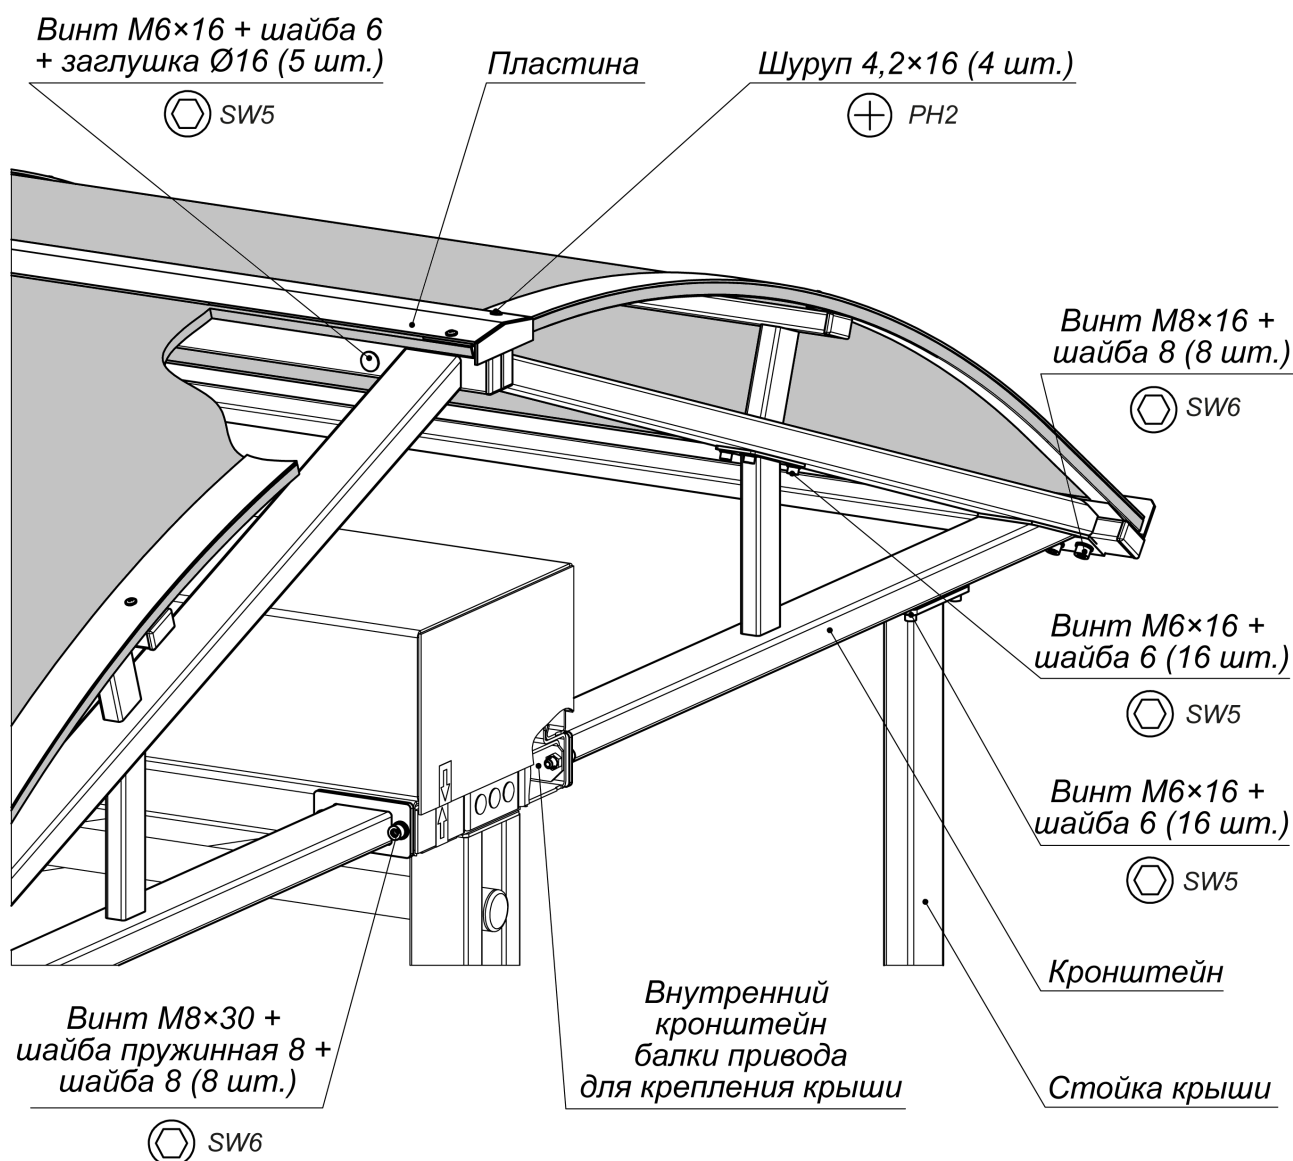

Рисунок 4. Монтаж крыши к балке привода турникета
7. Поднимите кронштейн на верхнюю горизонтальную площадку стойки, совмещая крепежные отверстия и отверстия в стойках и сориентировав фланец кронштейна на боковой поверхности балки привода турникета. Зафиксируйте кронштейн болтами М6×16 с шайбами на каждой стойке, ключ SW5 (см. рис. 4).
8. Закрепите кронштейн двумя болтами М8×30 с пружинными и плоскими шайбами к балке привода турникета, ключ SW6 (см. рис. 4). Затяжка болтов – предварительная. Стык фланца и балки привода турникета перед затяжкой болтов рекомендуется герметизировать герметиком силиконовым.
10. Выполните установку полукаркаса крыши с одной из сторон турникета **PERCo-RTD-16**, зафиксировав его болтами М6×16 с шайбами – 8 шт. (ключ SW5) и М8×16 с шайбами – 4 шт. (ключ SW6) на установленных кронштейнах (см. рис. 4).